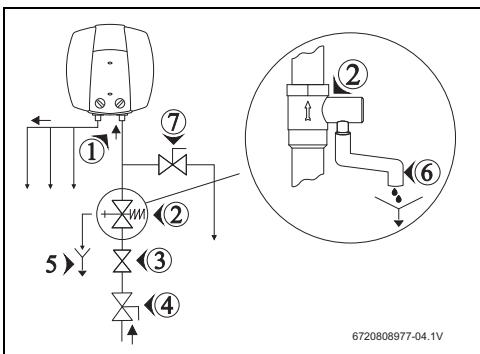

Рис. 8 Подключение воды (модель ES..-5MOWIV-B)
- Установите предохранительный клапан на подводе холодной воды к бойлеру (→ рис. 8 и 9).
Если давление воды превышает 80% от максимально допустимого давления бойлера (6,4 бара), то установите редукционный клапан (→ рис. 8). При повышении давления в бойлере более 6,4 бара срабатывает предохранительный клапан. Вода, вытекающая из клапана, должна отводиться.
- Закройте водопроводный кран (→ рис. 8).